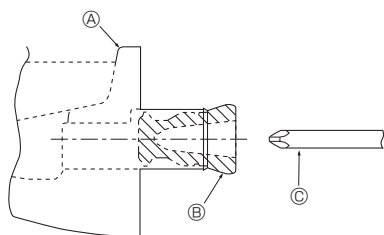

Fig. 5-1
- Сол жақ бүйірлік құбыры төсемесі үшін резеңкелі тығынды оң жақ дренаж портына салыңыз. (Fig. 5-1)